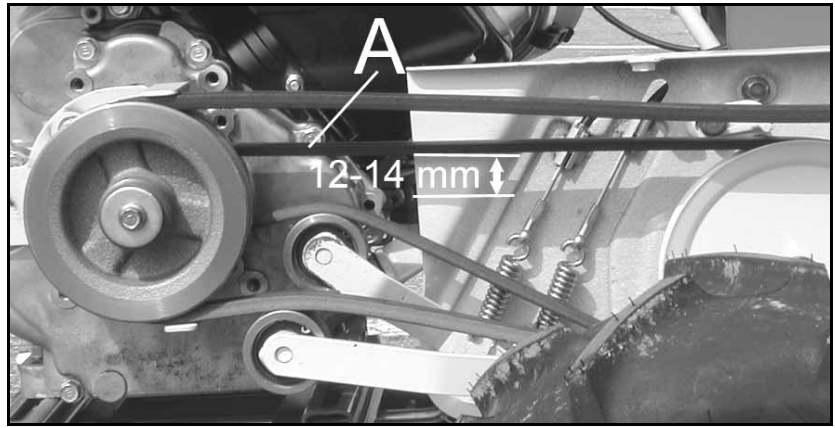

Figura 22
Registrazione cinghia trasmissione avanzamento (Figura 22)
- Premere la cinghia con il dito in posizione mediana tra le 2 pulegge (A, Figura 22): la cinghia deve flettere di circa 12 ~ 14 mm. In caso contrario, registrare la tensione della cinghia.